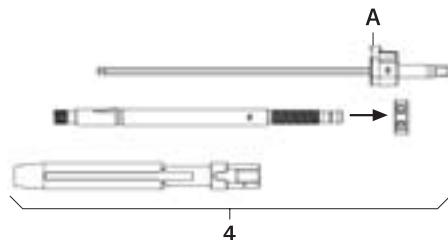

Fig. 2
- Desmontar a alavanca de reposição 4, ver Fig. 2: Premir fortemente a cabeça A e retirar a chave de fendas FW23R .